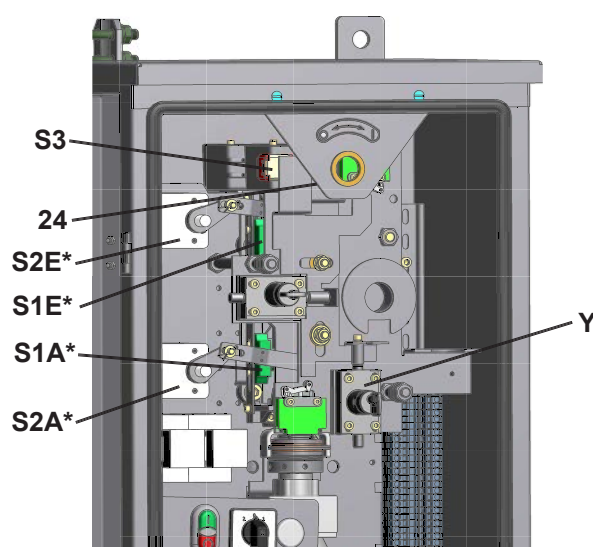

Abb. 2
S3 Hand-Not-Kurbel Sicherheitsschalter (Abb. 2, 3, 4 und 8)
S2A und S2E Hilfsschalter Motorantrieb (Abb. 2)
Abdrückvorrichtung Hand-Not-Kurbel (Abb. 2, 3, 4 und 8)
Schlüssel-Verriegelungs-System (Y) (Abb. 2)